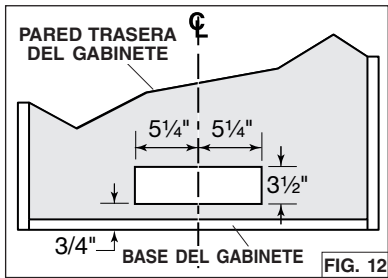

FIG. 12
8. Corte el orificio para la salida horizontal a través de la pared trasera del gabinete usando las dimensiones indicadas (FIG. 12).